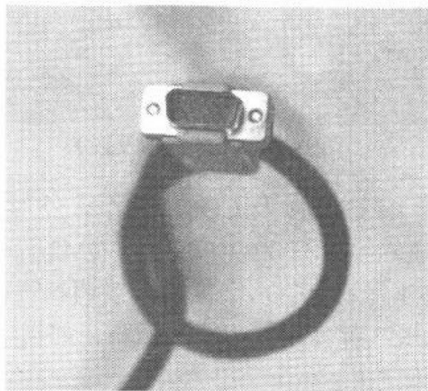

图 1-13 显示器信号线接头
7. 显示器信号线插座(VGA PORT)：为 D 形 15PIN 母插座，有定位标记设计。在安装时，万一插不进去，请查看是否方向反了，勿使用蛮力，否则接头的针歪了或断了，换一条显示器信号线可要花上 1000 元左右。如图 1-13 所示。